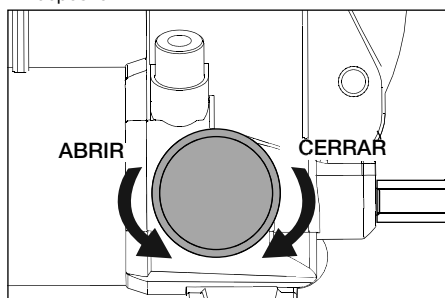

Figura 8, Válvula de descarga (todos excepto P-84)
1. Cierre la válvula de descarga girando el botón en el sentido de las agujas del reloj hasta el tope. Véase Figura 8.